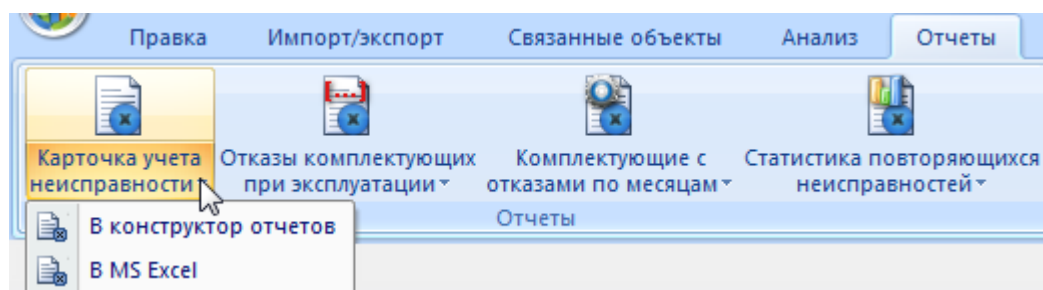

Рис. 26-72 – Вкладка «Отчеты»
- 3) Открыть вкладку «Отчеты» и выбрать отчет «Карточка учета неисправности» (рис. 26-72).
4) Нажать кнопку с наименованием отчета. При нажатии на верхнюю часть кнопки отчет сформируется и откроется в конструкторе отчетов. При нажатии на нижнюю часть кнопки открывается выпадающее меню с возможностью выбора вида отображения отчета – в конструкторе отчетов или в формате Excel. Выбрать необходимый пункт из меню, после этого открывается окно задания параметров отчета (рис. 26-72).